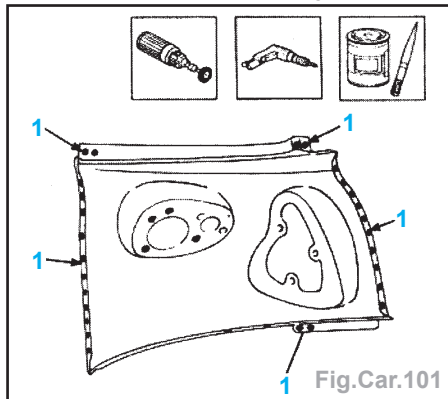

Fig.Car.101
- Effectuer des trous (1) appliquer un apprêt électro-soudable (Fig.Car.101).